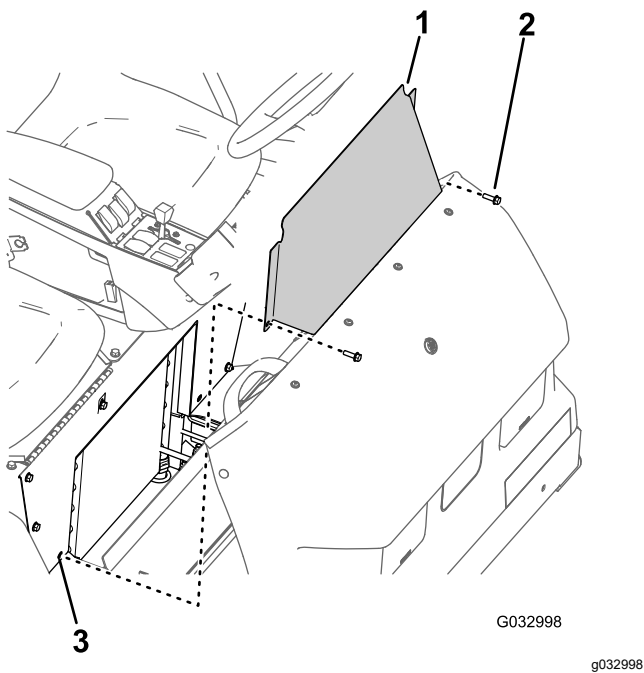

图 69
1. 拆下将座椅底座检修门固定至座椅底座的 2 个凸缘头螺栓 图 69。
2. 从机器上卸下座椅底座检修门图 69。
1. 将座椅底座检修门上的孔与座椅底座上的孔对齐图 69。
2. 使用卸下座椅底座检修门(页码 43)的步骤 1 中拆下的 2 个凸缘头螺栓图 69 将座椅底座检修门组装到座椅底座上。